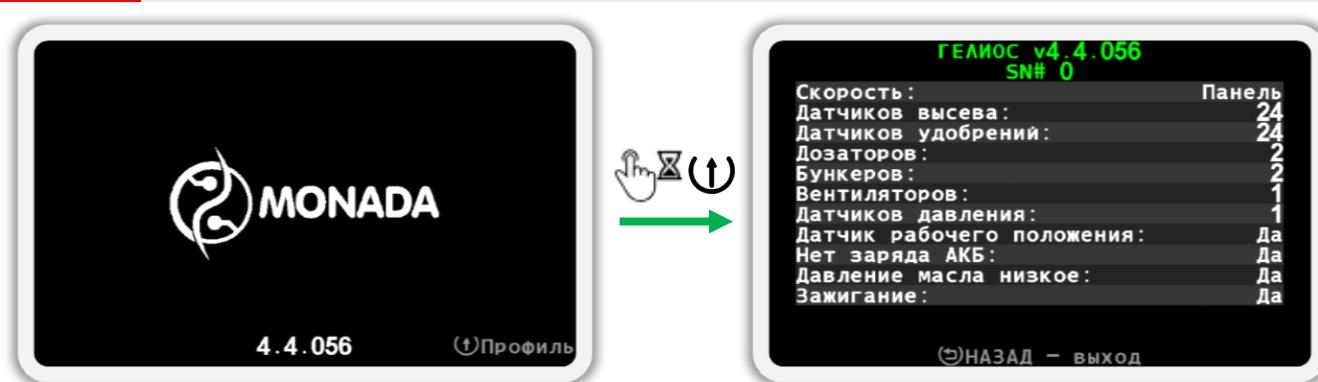

Рисунок 17 Экран загрузки слева и экран просмотра профиля справа
2. Зажмите кнопку «Вверх» и включите панель оператора. Убедитесь, что индикатор питания светится зеленым цветом (см. Рисунок 1 п.6), а на дисплее панели оператора появился экран загрузки с логотипом¹⁵ (см. Рисунок 17 слева). Через несколько секунд на дисплее появится экран просмотра профиля¹⁶ (см. Рисунок 17 справа).